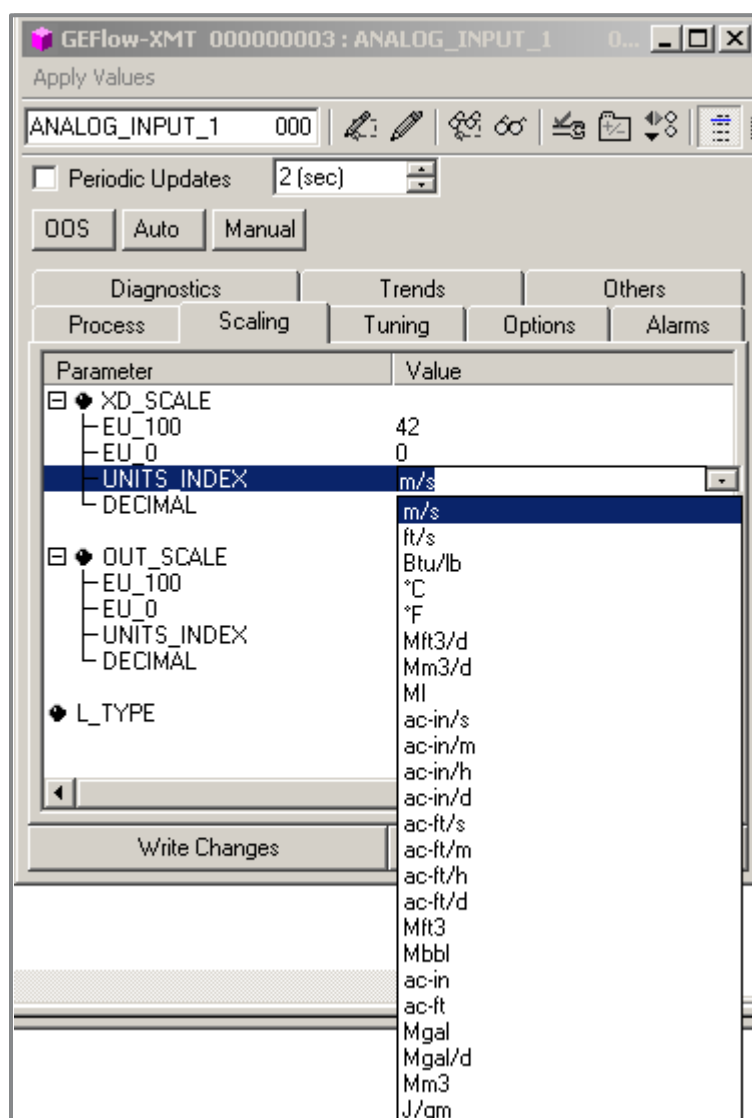

Рисунок 44: Выпадающий список единиц измерения
На рис. 44 показан пример настройки с использованием редактора Function Block Application. Отображаются блоки аналоговых входов (AI) расходомера, а также аналоговый выход (AO) и PID другого устройства в сети. Мы подключили AI_1 OUT расходомера к CAS IN блока аналогового выхода (AO). Мы также подключили AI_2 OUT расходомера к CAS IN блока PID.